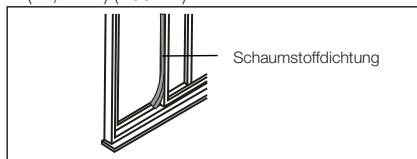

Abb. 21
6. Schneiden Sie die Schaumstoffdichtung auf die erforderliche Länge zu, und dichten Sie den Spalt zwischen dem linken Schiebeteil und dem rechten Schiebeteil wie in Abb. 21 dargestellt ab.